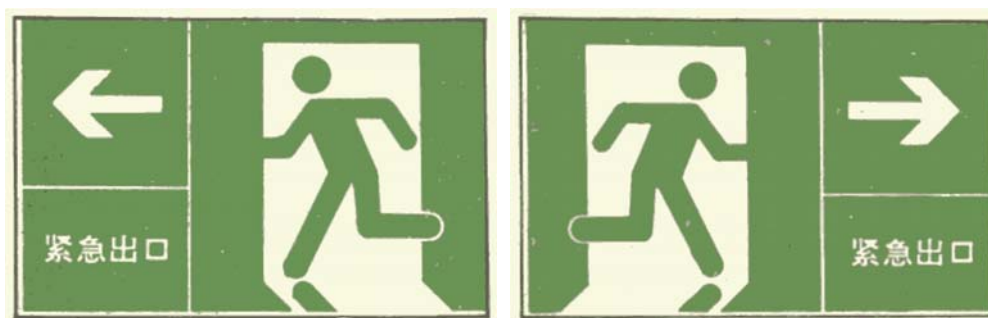

图 5 应用方向辅助标志示例
4.4.5 提示标志的方向辅助标志：提示标志是提示目标的位置时要加方向辅助标志。按实际需要指示左向或下向时，辅助标志应放在图形标志的上方，如指示右向时，则应放在图形标志的右方，如图 5。